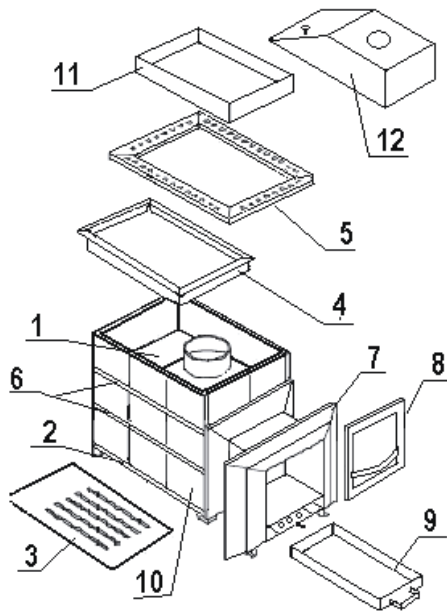

Рис.1. Сборка печи и облицовки из кирпича и Т/Х плит
- в соответствии с требованиями по расположению печи (см.п.4) и определенной осью дымохода (см. п.7), установить топочный агрегат (1) (см. рис. 1).
- в нижнюю рамку (2) установить Т/Х плиты (10) (или кирпичи) на короткое ребро (см. рис.1);
- первый ряд кладки зафиксировать одной из рамок (6);
- установить и зафиксировать второй ряд кладки второй рамкой (6);
- установить и зафиксировать третий ряд кладки изнутри подрамником (4), а сверху обечайкой облицовки (5);
- на емкость для камней установить обечайку (11);
- установить в подколосниковое пространство зольный ящик (9).
- на третий ряд плит установить подрамник 4 и обечайку облицовки 5 (см. рис.1).